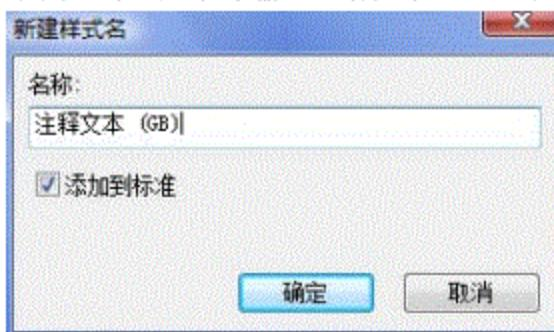

图5-4 “新建样式名”对话框
3) 展开对话框浏览器中的“文本”项目，在“注释文本（ISO）”上单击鼠标右键，点击新建样式，弹出“新建样式名”对话框，在对话框中输入“注释文本（GB）”字样，如图5-4所示。